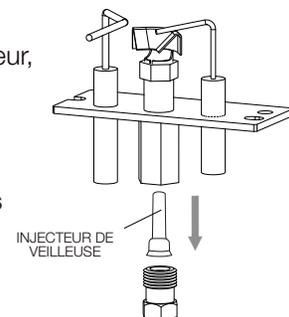

Fig. 3
- ❑ 12. Retirez les deux vis qui maintiennent la veilleuse en place. À l'aide d'une clé à molette, retirez le tube de la veilleuse de la partie inférieure de la veilleuse **(Fig. 3)**. Retirer l'orifice de la veilleuse et le remplacer par celui fourni. Fixer à nouveau le tube de la veilleuse et la veilleuse sur le support.